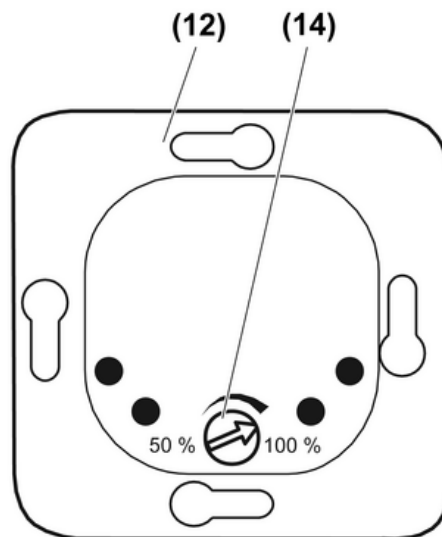

Figure 6
- Régler le potentiomètre (14) (figure 6).